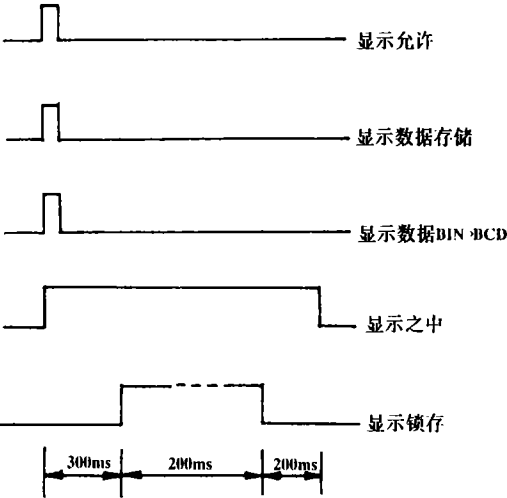

图 4 输出显示过程脉冲关系
(3)输出数据的输出时间选取 输出过程脉冲对应关系见图 4 所示。